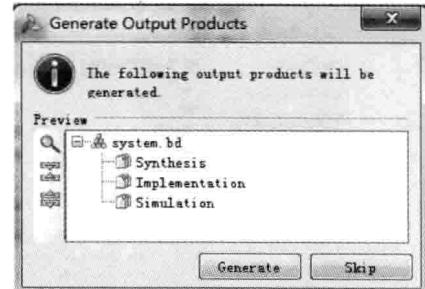
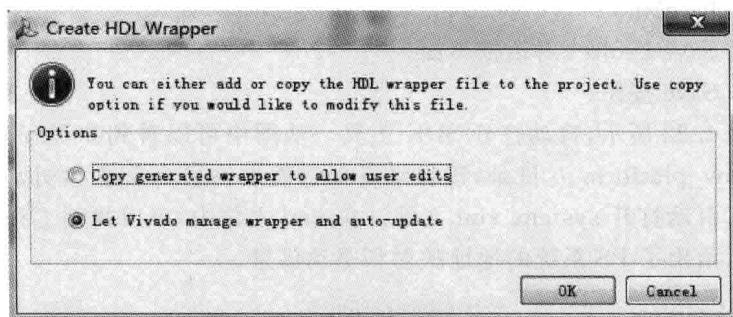

图 4.18 生成输出结果选项
图 4.19 创建 HDL 界面
(1) 在 Source 标签下,选中 system.bd,单击右键出现浮动菜单。在浮动菜单内,选择 Generate Output Products...。
(2) 如图 4.18 所示,出现 Generate Output Products 对话框界面。可以看到将要产生下面的输出结果。
(3) 单击 Generate 按钮。
(4) 在 Source 标签下,选中 system.bd,单击右键出现浮动菜单。在浮动菜单内,选择 Create HDL Wrapper...,生成顶层 VHDL 模型。
(5) 如图 4.19 所示,出现 Create HDL Wrapper,选中 Let Vivado manage wrapper and auto-update 前面的复选框。
(6) 单击 OK 按钮。